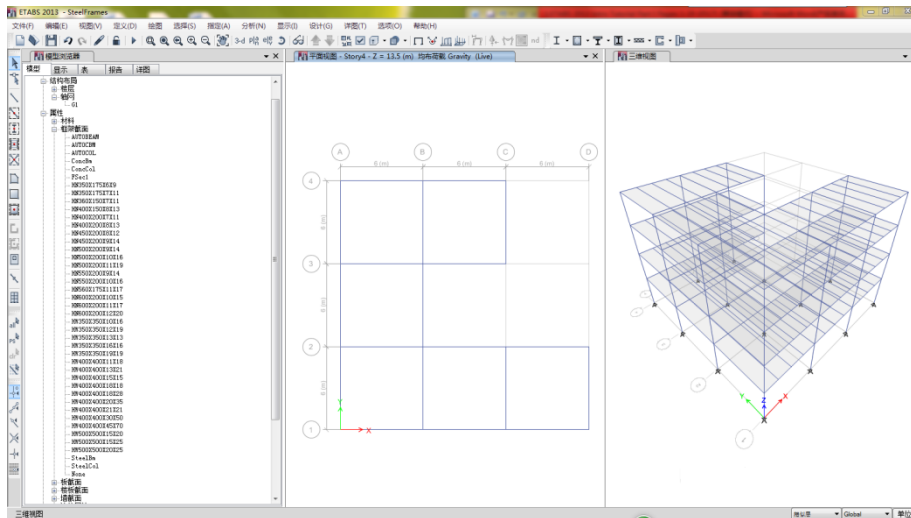

图 4-9 仅显示框架梁的模型
2. 右击 **AUTOBEAM**，在弹出的菜单中选择**显示 AUTOBEAM 仅**，这会使得更容易捕捉到周边框架梁，如图 4-9 所示。